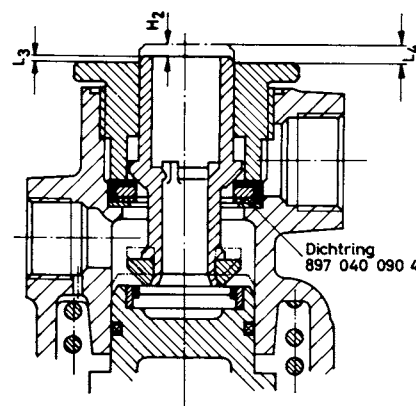

Abb. 5
b) Meßbuchse So.-Wzg. 033 bis zum Anschlag ins Bremsventil eindrehen (Abb. 5).